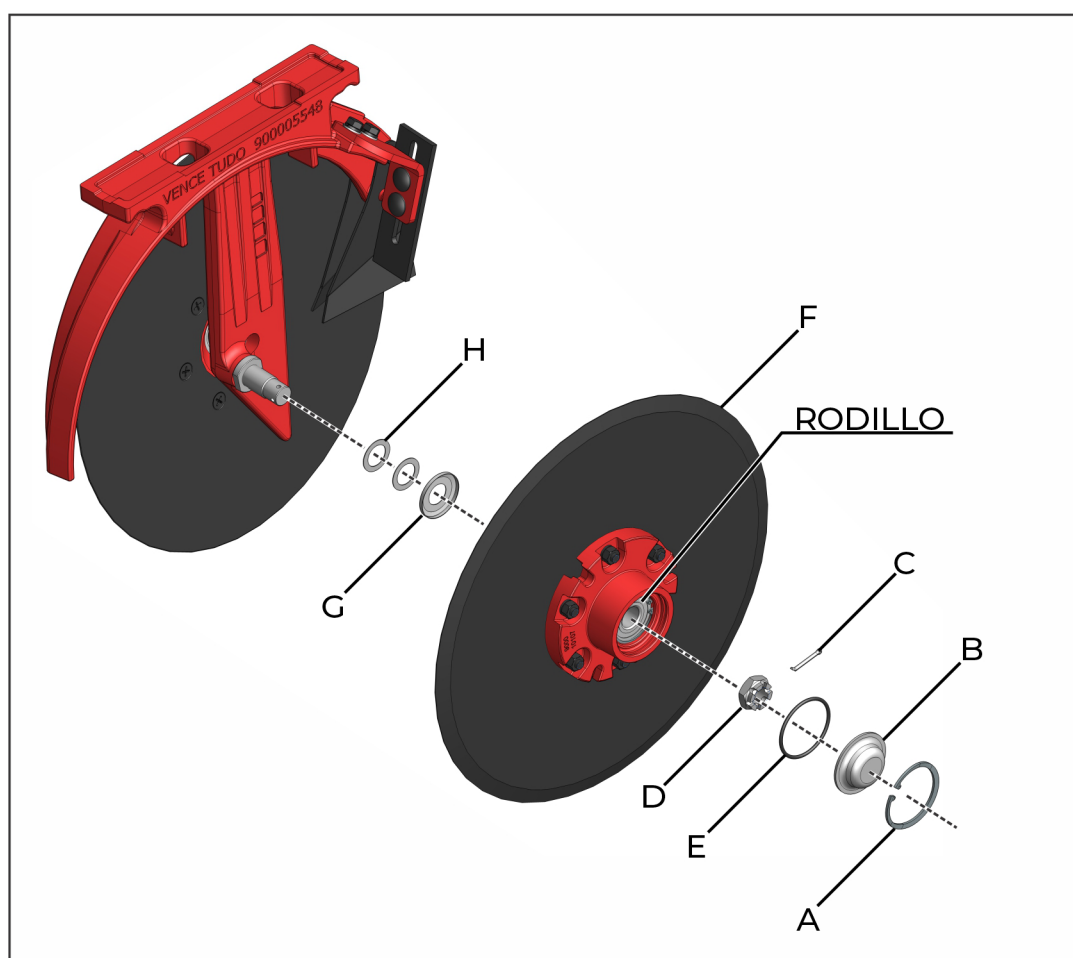

fig. 56
- Retire el anillo elástico (A) (fig. 56) y el tapón (B) (fig. 56) del cubo del Disco Doble;
- Retire el contra-perno (C) (fig. 56), la tuerca de castillo (D) (fig. 56) y la junta tórica (E) (fig. 56);
- Retire el conjunto de discos ensamblados (F) (fig. 56);
- Retire el tapón Nilos (G) (fig. 56) para comprobar si el rodillo se ha contaminado.
Ponga grasa en el interior del tapón Nilos (G) (fig. 56), esto evitará la contaminación del rodillo;
Monte el tapón Nilos (G) en el conjunto de discos montados (F) (fig. 56) y no en el eje de fijación, esto evitará que el tapón Nilos (G) (fig. 56) se deforme durante el montaje;
Monte el conjunto de discos montados (F) (fig. 56) ajustando el rodillo con un par de torsión de 130 N/m (aprox. 13 Kg). 13 Kg).